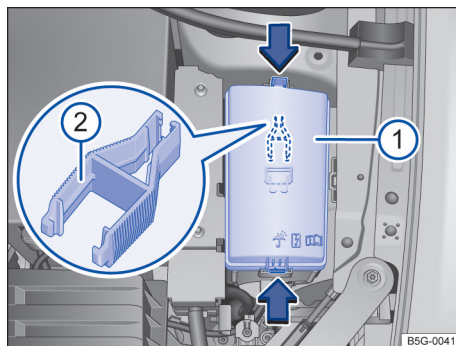

Fig. 171 En el compartimiento del motor: cubierta ❶ de la caja de fusibles con pinza de plástico ❷.
- Presionar las trabas en el sentido de la flecha → fig. 171 ❶, para desbloquear la cubierta de la caja de fusibles.
En el lado interno de la cubierta de la caja de fusibles en el compartimiento del motor puede haber una pinza de plástico → fig. 171 ❷ para retirar los fusibles.